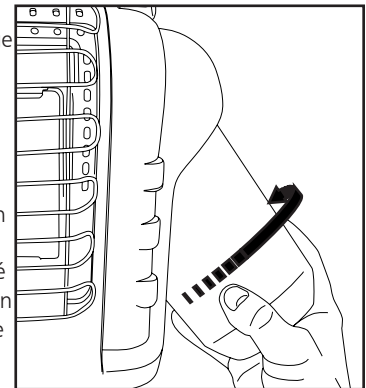

Figure 2 : Attachez le réservoir à carburant
2. Faites pivoter le régulateur outward pour l'installation de réservoir facile. Vis 1 livre. le cylindre de réserves disponible du GAZ DE MICROSILLON dans le sens des aiguilles d'une montre (du fond) dans le chauffage portable jusqu'à serré-demains; (voir figure 2). **NE PAS** utiliser du produit d'étanchéité pour filetages sur cette liaison.